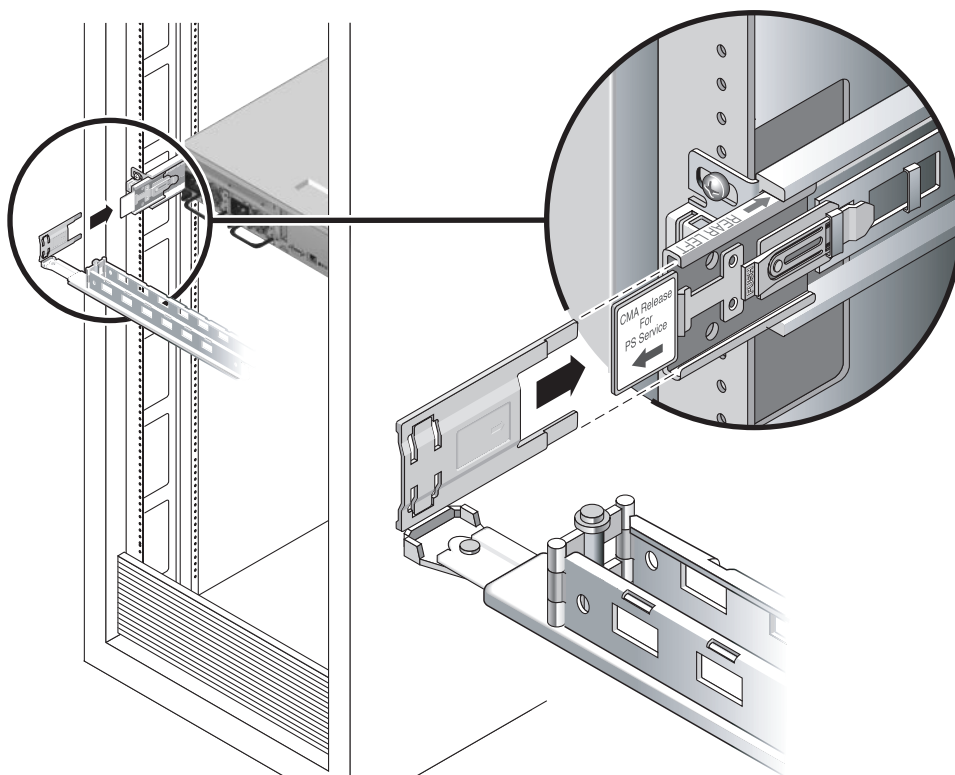

FIGURA 2-11 Montaggio del lato sinistro della guida
4. **Inserire il connettore incernierato in plastica situato sul lato sinistro del braccio per la gestione dei cavi nell'estensione del binario (FIGURA 2-11).**